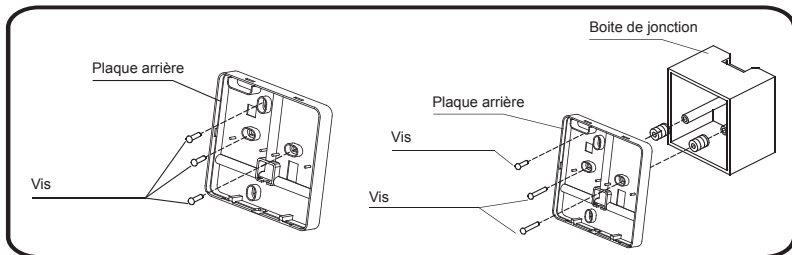

Figure 3. Installation de la plaque murale
3. Fixer la plaque murale comme approprié pour l'application. Voir figure 3.
4. Fixer la plaque murale à l'aide des vis fournies. Voir figure 3.